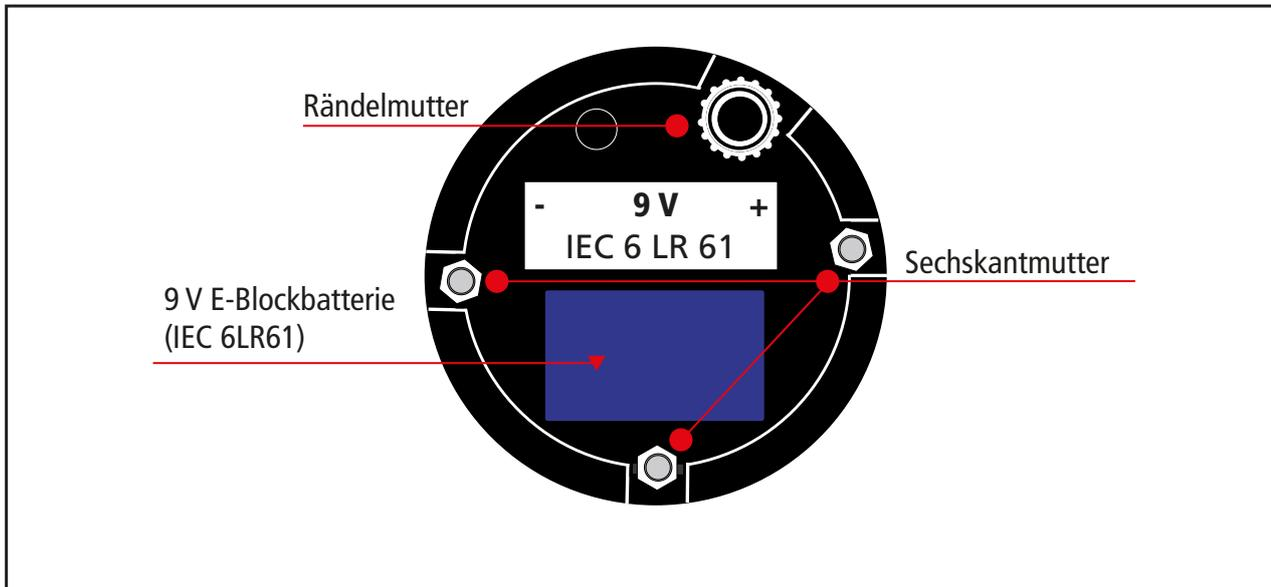

Fig. 9.5 Unterseite Elektronikteil
- 9.5 Vor dem Zusammenbau des Anzeigergerätes müssen die mit dem Elektronikteil verschraubten Sechskantmutter sowie die Rändelmutter auf festen Sitz hin überprüft werden. Bei losen oder fehlenden Muttern (Sechskantmutter oder Rändelmutter) ist der Spannungsprüfer (das Anzeigergerät) der weiteren Anwendung zu entziehen und zur Reparatur an DEHN zu senden(siehe Fig. 9.5)!